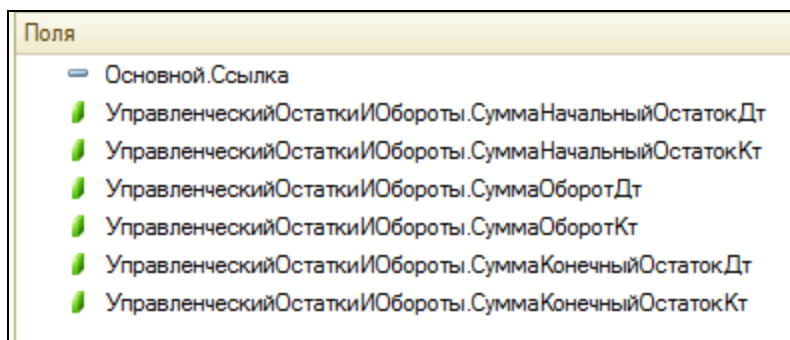

Рисунок 7.13 Выбранные поля
3. Открыть регистр бухгалтерии. В регистре выбери таблицу Бухгалтерия.ОстаткиИОбороты. Перенести ее в область таблицы. Из таблицы выбрать поля (рис. 7.13).